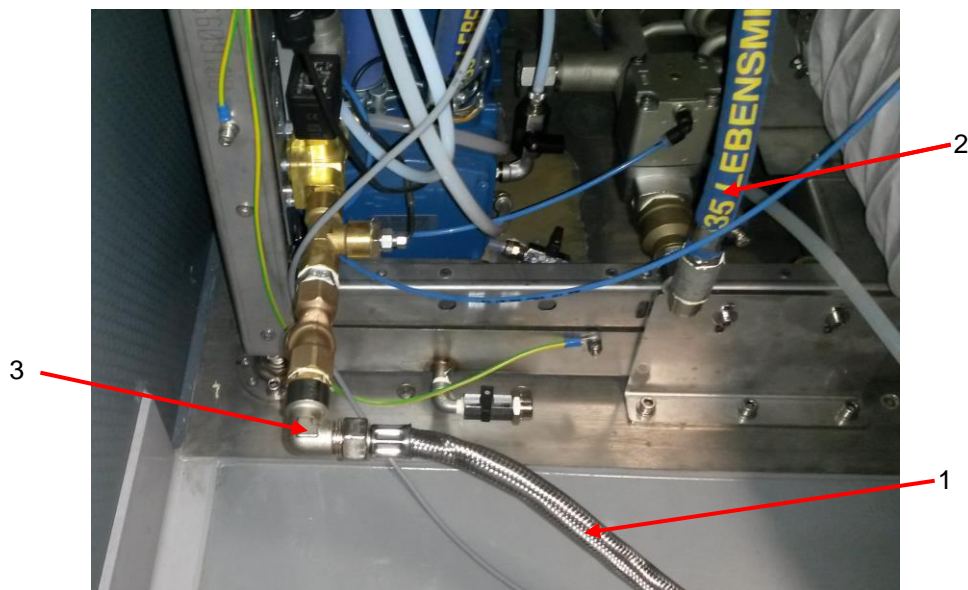

Abb. 5: Anschluss von Kühlwasservorlauf und -rücklauf an der WRP
Der Kühlwasservorlauf besteht aus einem Metallgewebeschlauch 1/2" L 4,0 m. Dieser Schlauch wurde bereits beim Funktionstest am Umlaufkühler angeschlossen (siehe Bedienungsanleitung Umlaufkühler 2000/20). Den Zulauf in die WRP zeigt Abb. 5; Pos. 1. Je nach Bauart und Leistungsfähigkeit der angeschlossenen WRP muss der Kühlwasservorlauf entlüftet werden.
- ♦ Schließen Sie den Metallgewebeschlauch 1/2" L 4,0 m (Abb. 5; Pos. 1) am Kühlwassereingang der WRP (Abb. 5; Pos. 3) an.
Der Kühlwasserrücklauf besteht aus einem Dampfschlauch 1". Der Dampfschlauch 1" ist am Austritt (=Rücklauf) der WRP befestigt (Abb. 5; Pos 2).